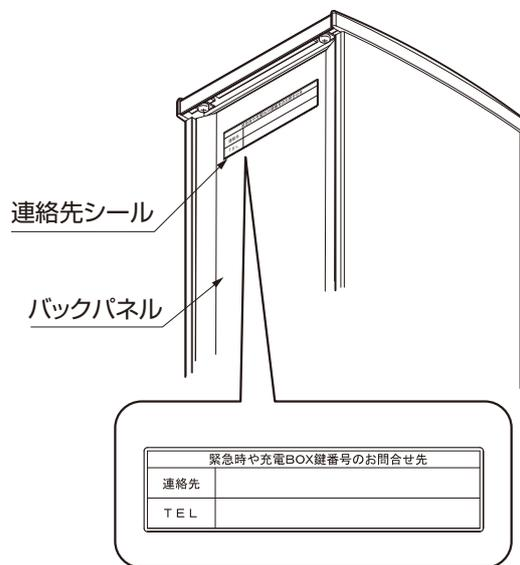

図8-2
- ②連絡先シールに必要な事項を記載してバックパネルの上側に貼付けてください。(図8-2参照)